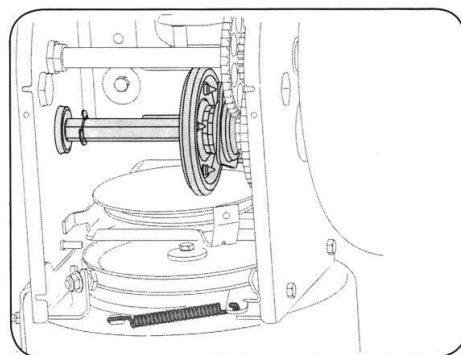

Fig. 11
- 2) Applicera ett tunt lager universalfett på axeln. Se bild 11.